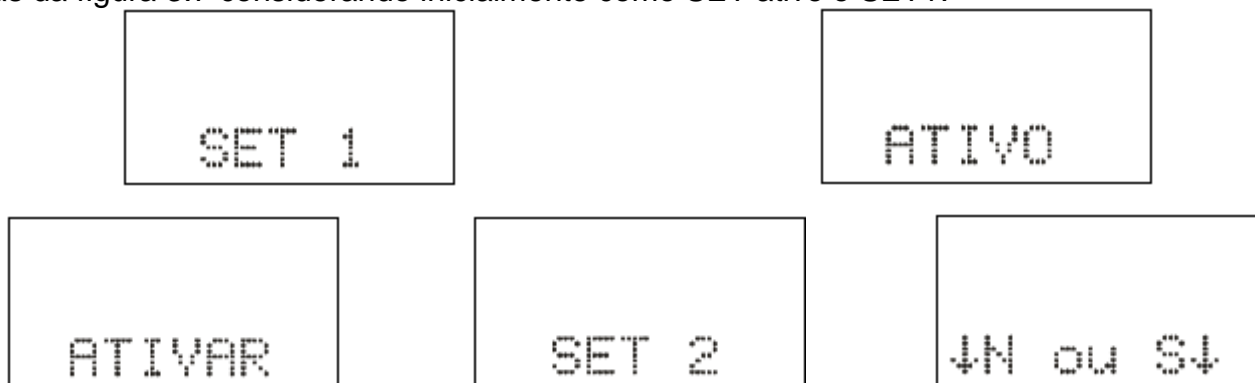

Figura 3.7: Seleção de SET ativo.
a) pressionar a tecla **S** para selecionar o SET ativo da proteção. O relé sinaliza a sequência de telas da figura 3.7 considerando inicialmente como SET ativo o SET1.